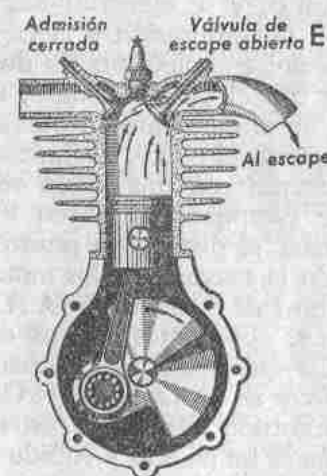

Fig. 14.—Escape. Al subir el pistón expulsa los gases quemados. Después se repite el ciclo comenzado en la fig. 11.
**Cuarto tiempo: Escape** (fig. 14).—Al iniciarse este tiempo, el pistón está en su p.m.i.; la válvula de escape *E* se abre, y el pistón, al subir, empuja los gases quemados, expulsándolos al exterior por la tubería de escape. Cuando el émbolo alcanza el p.m.s., la válvula de escape se cierra.